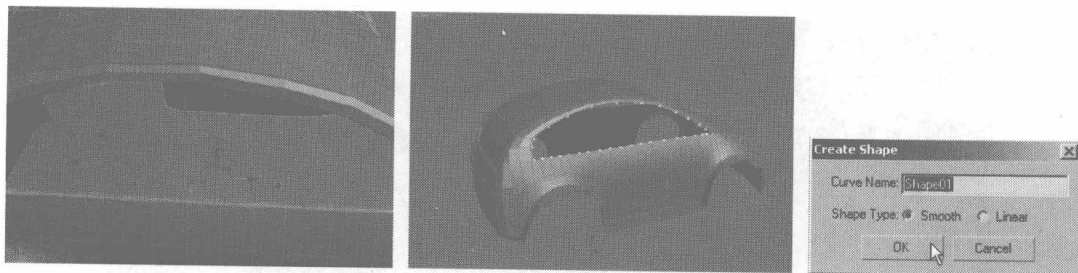

图 7.136
- 28** 选择车窗第一次复制出面的边缘曲线，单击 **Create Shape From Selection** 按钮，在弹出的对话框中设置参数，单击 **OK** 按钮，产生一条和所选形状相同的曲线，如图 7.136 所示。